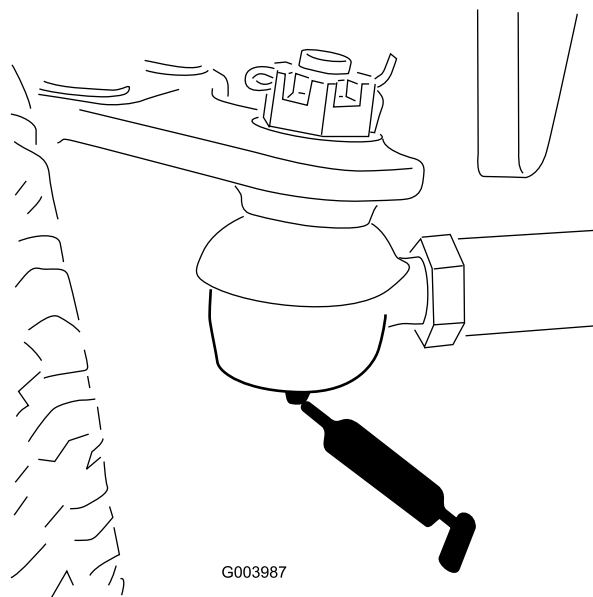

Figura 46
- Tirante del ponte posteriore (2) (Figura 46)